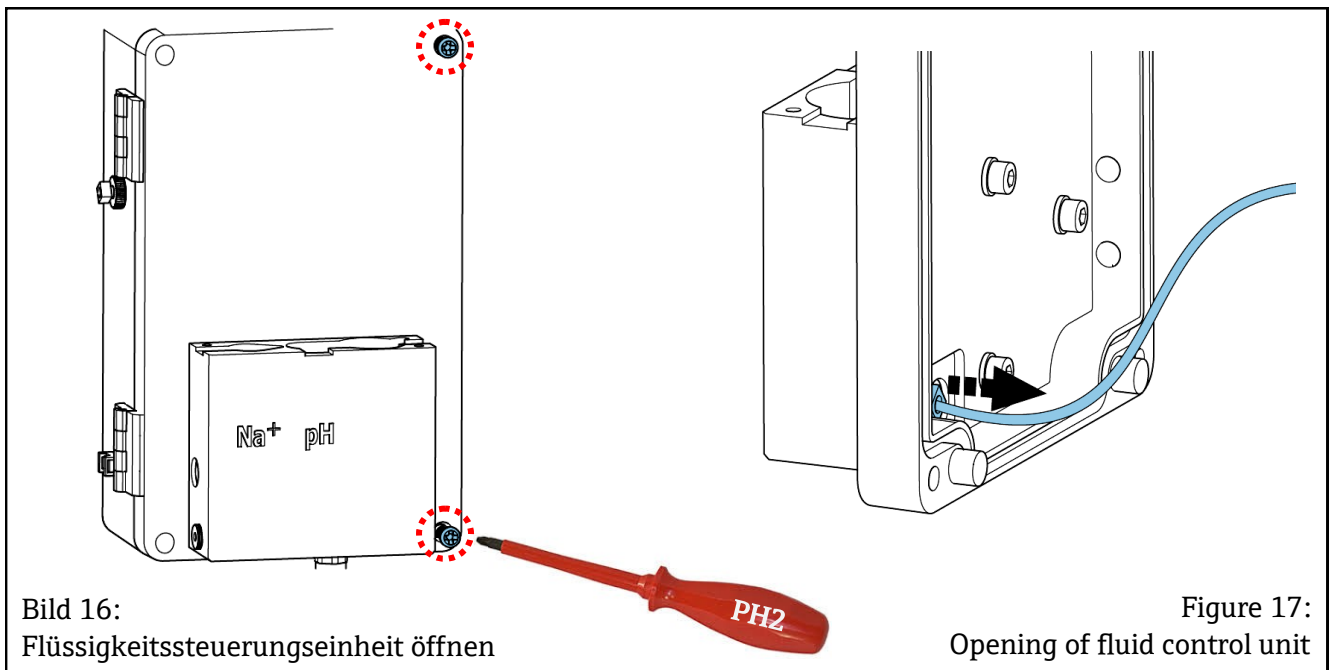

Bild 16:
- Lösen Sie die beiden Schrauben an der Tür der Flüssigkeitssteuerungseinheit (siehe Bild 16 links) und klappen Sie die Tür auf. Und ziehen Sie den Ablaufschlauch des Vorratsgefäßes ab (siehe Bild 16 rechts).
- Lösen Sie die beiden Schrauben an der Tür der Flüssigkeitssteuerungseinheit (siehe Bild 16) und klappen Sie die Tür auf. Ziehen Sie den Ablaufschlauch des Vorratsgefäßes ab (siehe Bild 16 rechts).
- Loosen the two screws on the door of the fluid control unit (see figure 16) and open the door. Pull off the drain hose of the supply vessel (see figure 16 right).